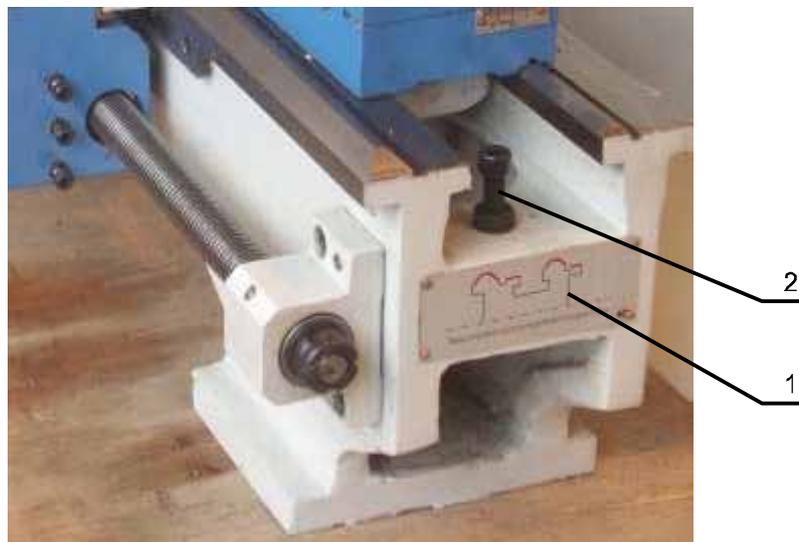

Рисунок 3
Станина станка 1 (рисунок 3) изготовлена из высококачественного чугуна. Конструкция станины, усиленная поперечными ребрами жесткости, обеспечивает низкую вибрацию и хорошую жесткость. Две продольные V-образные направляющие и две плоские направляющие станины термически обработаны и выполнены с высокой точностью. Это обеспечивает хорошее базирование для перемещения суппорта и соосность задней бабки со шпинделем. Станина является основным элементом для размещения на ней всех остальных узлов станка.
Установите ограничительный винт 2 (рисунок 3), чтобы предотвратить выпадение задней бабки со станины.
8.6 Смазку подшипника правой опоры ходового винта производите ежедневно через смазочное отверстие 6 (рисунок 3) жидкой смазкой.